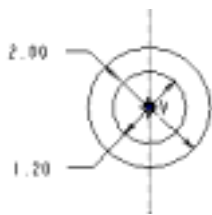

图 3-69 绘制圆
- (1) 单击工具栏中的“新建文件”按钮 。
- (2) 在弹出的“新建”文件对话框中选择“草绘”单选按钮 ，默认系统的设置，单击“确定”按钮，进入草绘工作界面。
- (3) 单击工具栏中的“中心线”按钮 ，在绘图区中绘制一条竖直中心线。
(4) 单击工具栏中的“圆”按钮, 在绘图区中心线上的合适位置绘制两个同心圆, 并双击尺寸进行修改, 将其修改为直径分别为 2 和 1.2 的圆, 如图 3-69 所示。